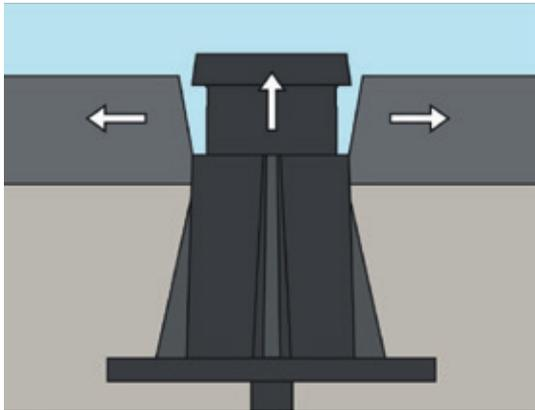

Abb. 3
7. Entfernen der Tragschicht über den Kappen – Oberteil hochziehen – mit Tragschichtmaterial unterfüttern – Einwalzen. (**Abb. 3**)